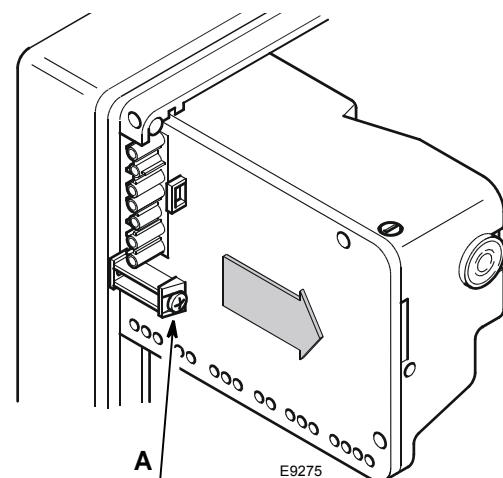

Abb. 3
- Das Steuergerät vom Brenner trennen, dazu die Schraube **A**(Abb. 3) lösen und in Pfeilrichtung ziehen.
- Das neue, mitgelieferte Steuergerät installieren und mit der Schraube **A**(Abb. 3) mit einem Anzugsmoment zwischen 1÷1,2 Nm am Brenner fixieren.